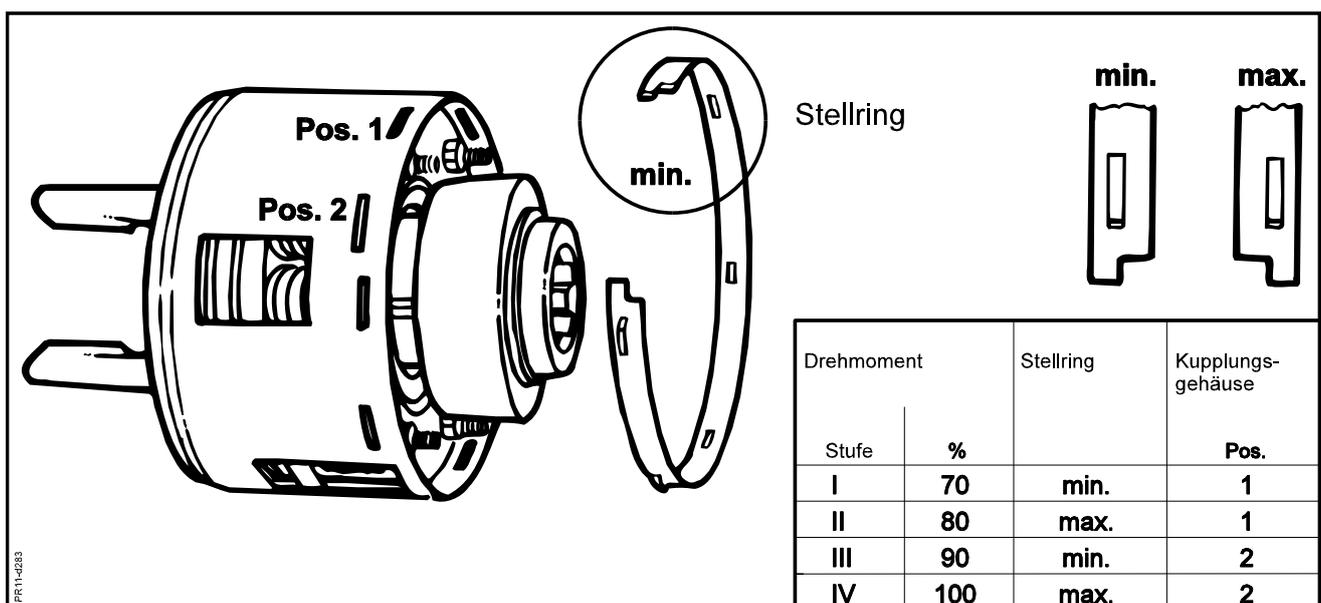

Fig. 5-4
**Fig. 5-4** Das Drehmoment der Rutschkupplung ist einstellbar. Sie sollten jedoch nicht die Einstellung ändern, die von der Fabrik gesetzt wurde, ehe Sie sich mit dem Händler oder mit der Kundendienstabteilung der Fabrik in Verbindung gesetzt haben.